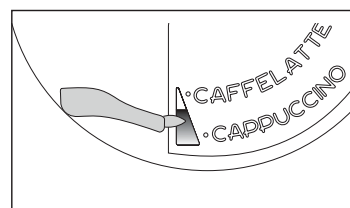

Fig. 41
- ▶ Posicione o regulador de espuma de leite (C1) entre as palavras CAPPUCCINO e CAFFELATTE impressas na tampa do recipiente para leite. A quantidade de espuma pode ser ajustada movendo o regulador na direção da palavra CAFFELATTE para uma espuma mais densa. Se o mover na direção da palavra CAPPUCCINO, obtém uma espuma menos densa (Fig. 41).